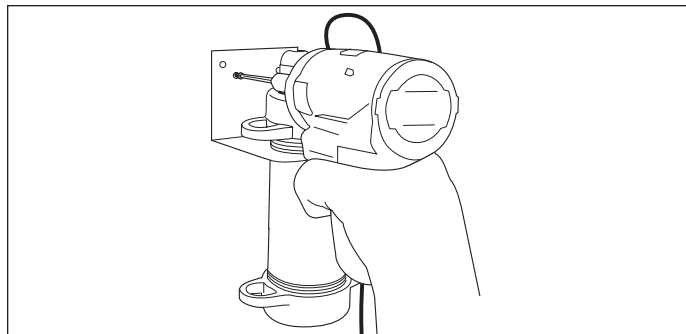

Figure 21-5
4. Montez le boîtier du capteur de carburant assemblé près du raccord d'extrémité DoubleTrac® (Figure 21-5).